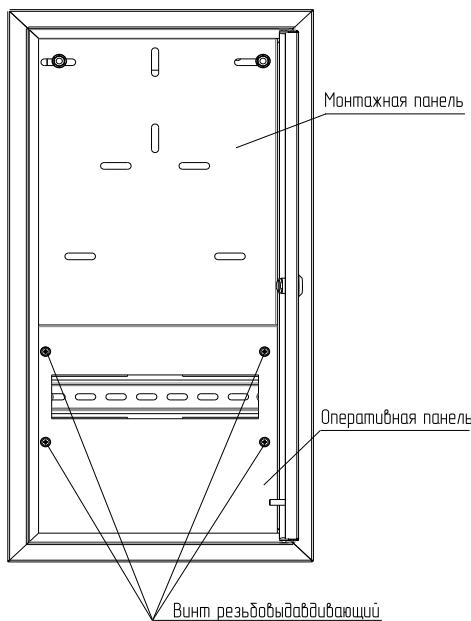
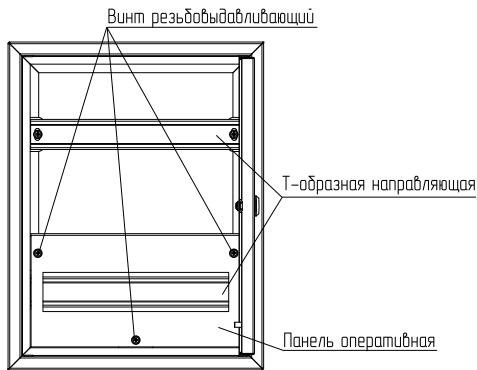

Рисунок 6
Рисунок 7.1 – ЯУР-380-300 LIGHT
4.5.3 Выкрутить винты резьбовыдавливающие M4×8 четыре для ЯУР-3/12 LIGHT (рисунок 6) и три для ЯУР-380-300 LIGHT (рисунок 7.1), снять панель оперативную. Винты сохранить.
4.7.1 Произвести установку электротехнической аппаратуры (электрических счётчиков, модульных автоматических выключателей и т.д.) на монтажную панель (рисунок 6) и Т-образные направляющие (рисунки 7.1, 7.2). Произвести внутренние электрические соединения.